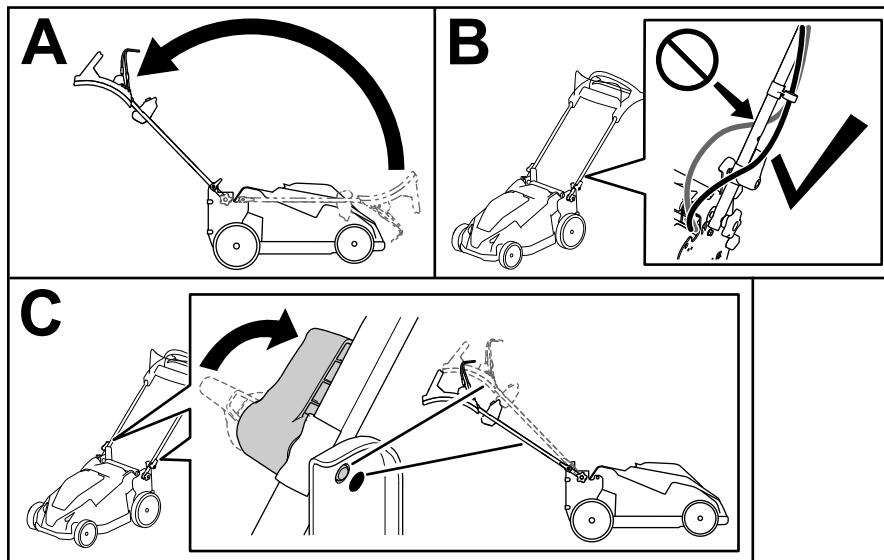

Figura 6
1. Mueva el manillar hacia atrás a la posición de uso (Figura 6, A).
2. Asegúrese de pasar los cables por delante del manillar (Figura 6, B).
3. Mueva las palancas de bloqueo del manillar hasta que los pasadores se enganchen en su sitio para bloquear el manillar en la posición de uso (Figura 6, C).